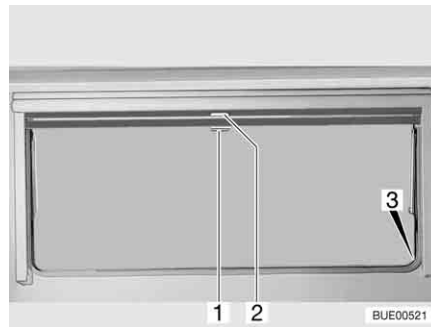

Fig. 10 Fenêtre projetante
- Tirer le store occultant vers le bas en le maintenant par la poignée (Fig. 10,2). Lorsque le store occultant est complètement fermé, l'accrocher des deux côtés du cadre de la fenêtre dans le dispositif de blocage (Fig. 10,3).
- Tirer la moustiquaire par la poignée (Fig. 10,1) vers le bas et l'accrocher des deux côtés sur le cadre de la fenêtre dans le dispositif de blocage (Fig. 10,3).
- Appuyer sur la poignée (Fig. 10,1) vers le bas tout en la tirant légèrement vers l'intérieur. Décrocher à droite et à gauche la moustiquaire des dispositifs de blocage du cadre de la fenêtre.